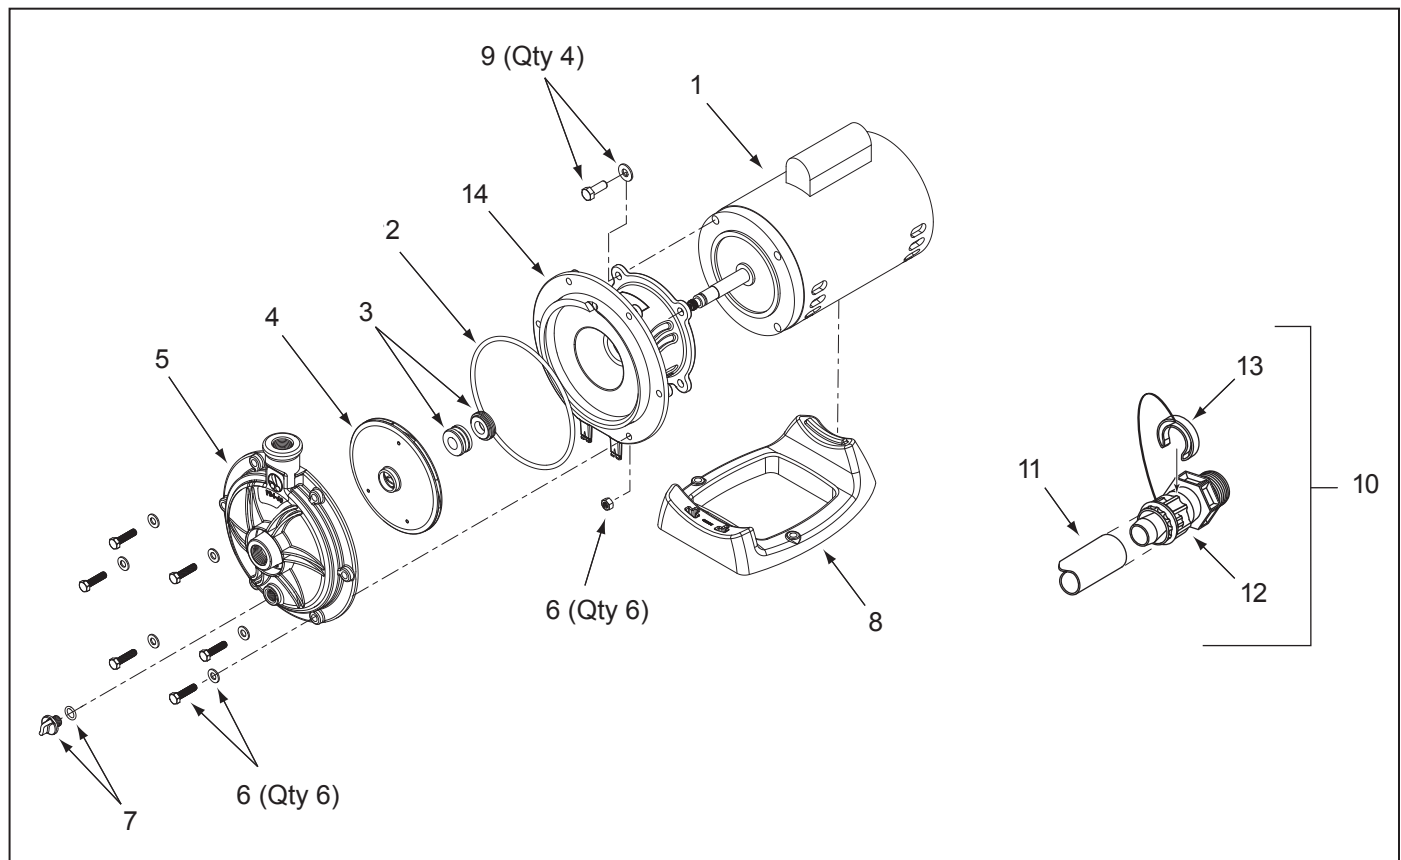

Figura 11. Plano de despiece de la bomba reforzadora Polaris PB4-60
3. Retire los cuatro (4) tornillos de 9/16 pulg. y retire el motor.
**NOTA** Antes de retirar la placa de apoyo, observe la alineación de ésta con el motor. La etiqueta está ubicada hacia arriba. Véase Figura 11.
5. Sustituya los cuatro (4) tornillos y arandelas que sostienen la placa de apoyo del motor.